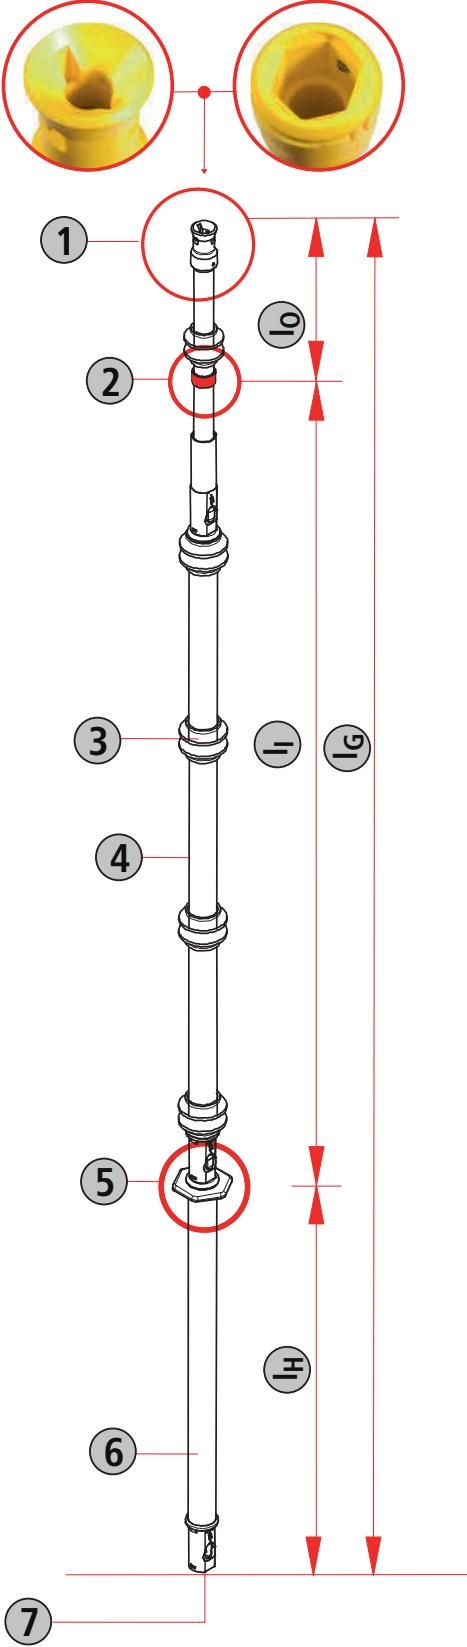

Fig. 3.2
Die Isolierstange ISN ... besteht aus **Kupplung** ①, **Roten Ring** ②, **Regenabweiser** ③ **Isolierteil** ④, **Begrenzungsscheibe (Handschutzteller)** ⑤ **Handhabe** ⑥ und **Abschlussteil** ⑦. (siehe Fig. 3.2)
Der für die Nennspannung bemessene **Isolierteil** ④ ist durch die **Begrenzungsscheibe** ⑤ und den **Roten Ring** ② gekennzeichnet (siehe Fig. 3.2).
① **Kupplung**
② **Roter Ring**
③ **Regenabweiser**
④ **Isolierteil**
⑤ **Begrenzungsscheibe**
⑥ **Handhabe**
⑦ **Abschlussteil**
⑩ **Länge des Oberteils